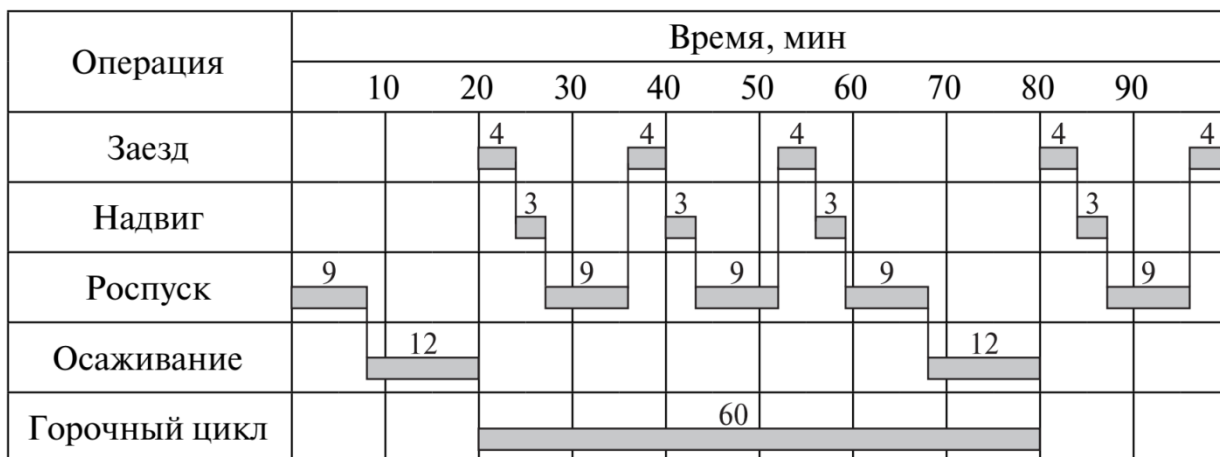

Рис. 24.1 График работы однопутной горки с одним горочным локомотивом.
1. В горочный цикл входит последовательность операций от момента окончания одного осаживания до момента окончания следующего осаживания. В примере на рис. 24.1 продолжительность цикла равна 60 мин.